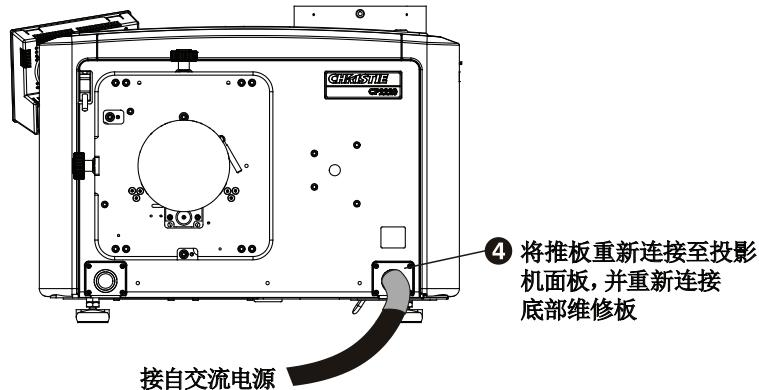

图 2-19
5. 连接好所有电缆后，重新将推板和底部维修面板放在接线盒上。（图 2-19）